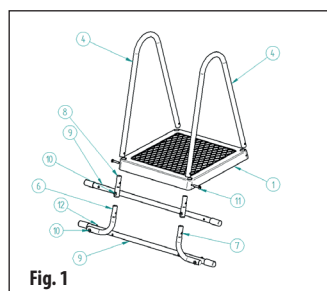

Fig. 1
Infilare le maniglie delle scale (4) dall'alto nei fori della piattaforma (1). (**fig. 1**) Infilare quindi nelle maniglie i componenti che serviranno da supporto delle scale all'esterno della piscina. Per una profondità della piscina rispetto al suolo di 120 cm utilizziamo gli inserti (8) e per una profondità della piscina rispetto al suolo di 110 cm utilizziamo la sezione inferiore della gamba (6 e 7). Durante il montaggio, le sezioni inferiori delle gambe devono essere rivolte in senso opposto e i fori per le viti del rinforzo (9) devono essere paralleli al piano della piattaforma (1). Assicurarsi che i fori delle maniglie (4) siano allineati ai fori della piattaforma (1) e degli inserti (8) [sezioni inferiori delle gambe (6 e 7)]. Avvitare con 2 viti (11) e i dadi chiusi (12). Inserire le viti dalla parte esterna della piattaforma.
Prendere il rinforzo delle scale (9) e avvitare agli inserti (8) o alle sezioni inferiori curve delle gambe (6 e 7) montate durante il passaggio 1. Montare il rinforzo dal lato della piattaforma utilizzando 2 viti (10) e i due dadi chiusi (12). Montare i dadi dal lato della piattaforma (1). (**fig. 1**).